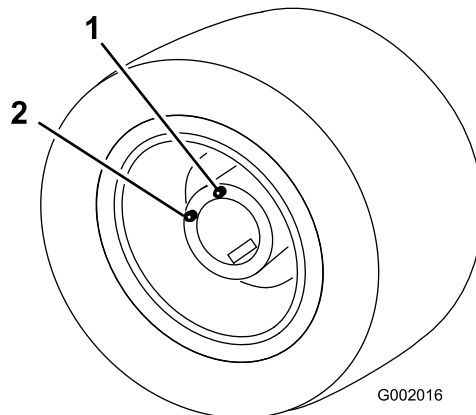

図 50
5. 今度は点検/ドレンプラグが 図 50 の位置 (補給位置) にくるように駐車する。